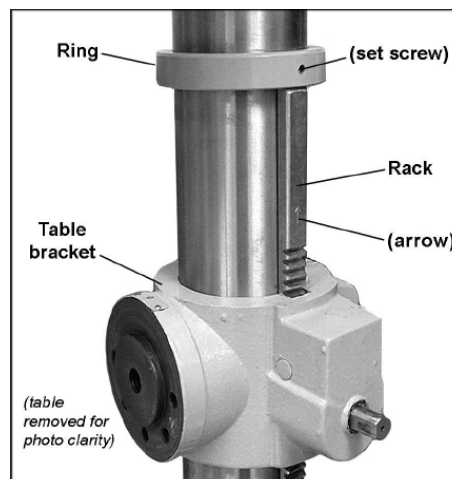

Рис. 3
1. Снимите кольцо с колонны, ослабив установочный винт и сняв кольцо. Затем снимите зубчатую рейку (Рис. 3)
колонны (Рис. 3). Нижняя часть зубчатой рейки должна доставать до кромки держателя, как показано на Рис. 5. Убедитесь, что зубчатая рейка установлена правильно: длинная ровная часть должна находиться вверху, а короткая ровная часть – внизу. (Стрелка на зубчатой рейке должна показывать вверх, как показано на Рис. 3).
4. Установите кольцо на колонне и опустите его вниз к верхнему краю зубчатой рейки (см. Рис. 3). Затяните крепёжный болт на кольцо.